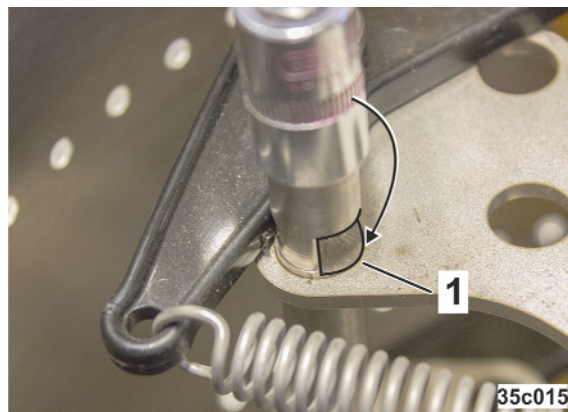

Рис. 329
3. Паз (Рис. 329/1) должен полностью освободиться рычагом (Рис. 327/2), палец в парковочном положении (с роликов для перекрытия отверстий снята нагрузка).